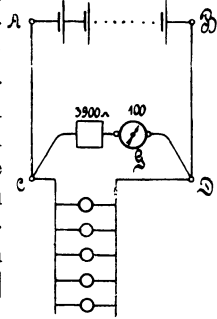

Abb. 20.
87. Eine Batterie besteht aus 10 [33] (120) hintereinander geschalteten Akkumulatoren von je 2 [1,95] (2,01) V Spannung und einem inneren Widerstand von 0,001 [0,002] (0,001) Ω pro Zelle. Der äußere Stromkreis wird gebildet aus den beiden 50 [80] (300) m langen, 1,5 [4] (8) mm dicken Kupferleitungen AC und BD (Abb. 20) und 5 [20] (100) parallel geschalteten Glühlampen von je 8 [80] (120) Ω Widerstand. Um die Spannung an den Punkten C und D zu messen, ist eingeschaltet ein Weston-Galvanometer G von 100 [100] (100) Ω nebst einem Vorschaltwiderstande von 3900 [4900] (19900) Ω .